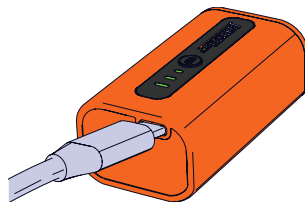

Figura 2
3. Conecte un adaptador/cargador USB tipo C al puerto de carga de la batería que se encuentra en la parte delantera de la batería. (Figura 2)